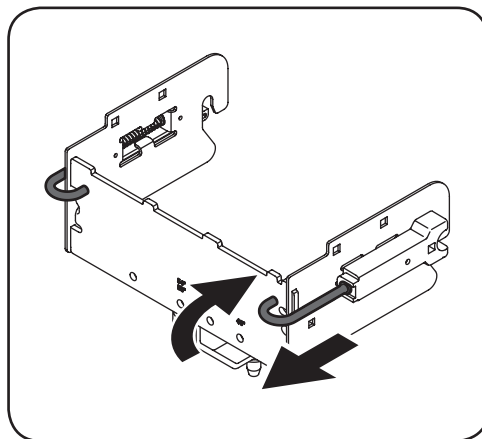

Figure 4-4
6. Tirez sur les goupilles en J des loquets, puis tournez-les vers l'intérieur pour les accrocher sur le support arrière. Voir Figure 4-4.